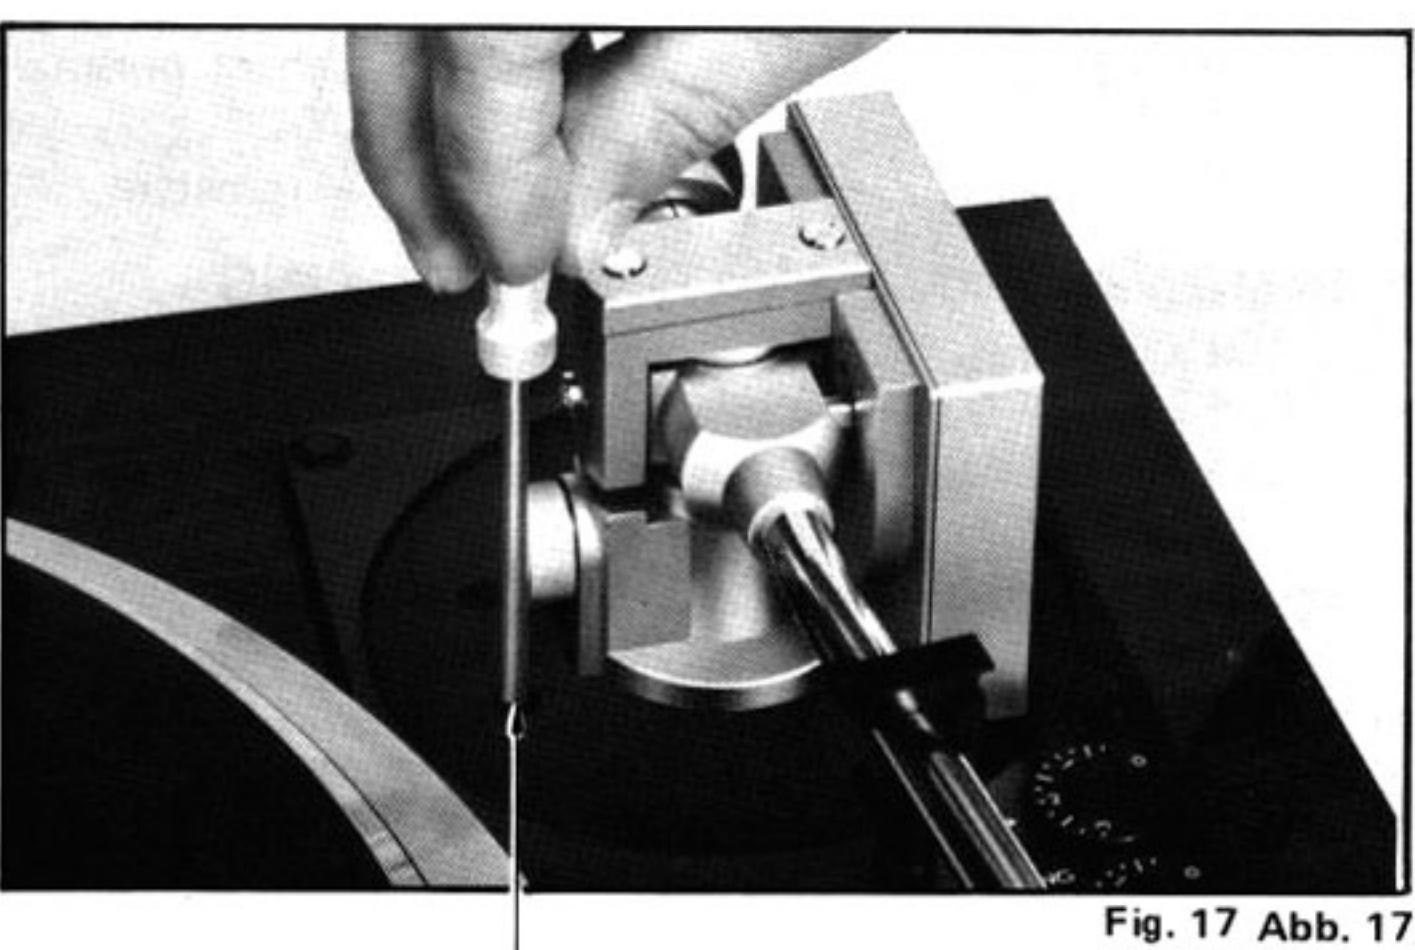

Fig. 17 Abb. 17
•Stylus lead-in position adjustment (Fig. 17)
• Einstellung des Aufsetzpunktes der Abtastnadel (Abb. 17)
• Réglage du mouvement automatique du bras de lecture (Fig. 17)